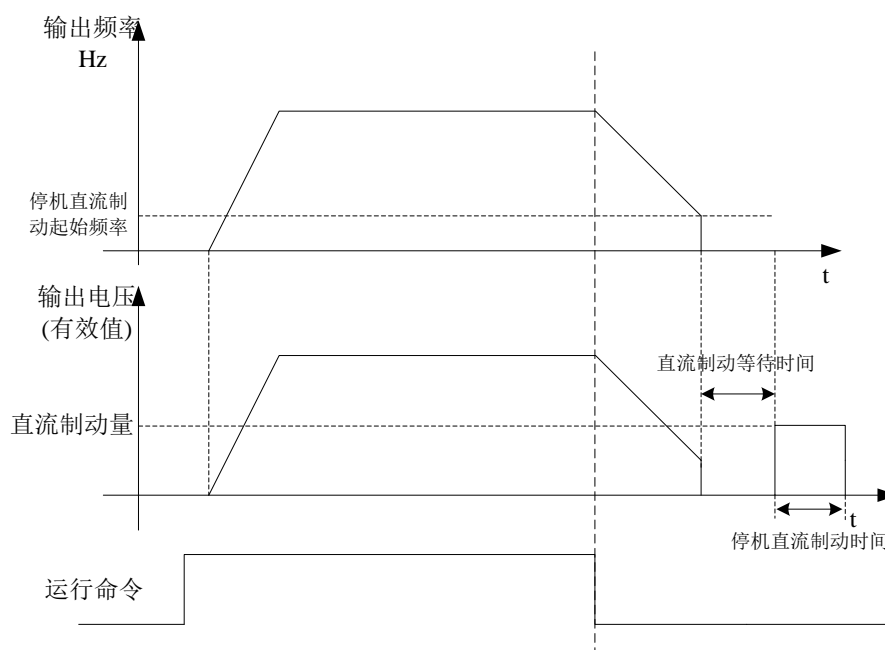

图 6-5 停机直流制动示意图
**停机直流制动时间:**直流制动量保持的时间。此值为 0 则直流制动过程被取消。停机直流制动过程见图 6-5 示意图所示。